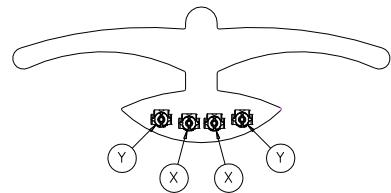

Figura 12 - Figure 12
- Installare le lampade nell'apparecchio come da figura 12, connettendo in posizione X (centrale) le due lampade Ra = 1B (6000 K) e in posizione Y (laterale) le due lampade Ra = 1A (5400 K).